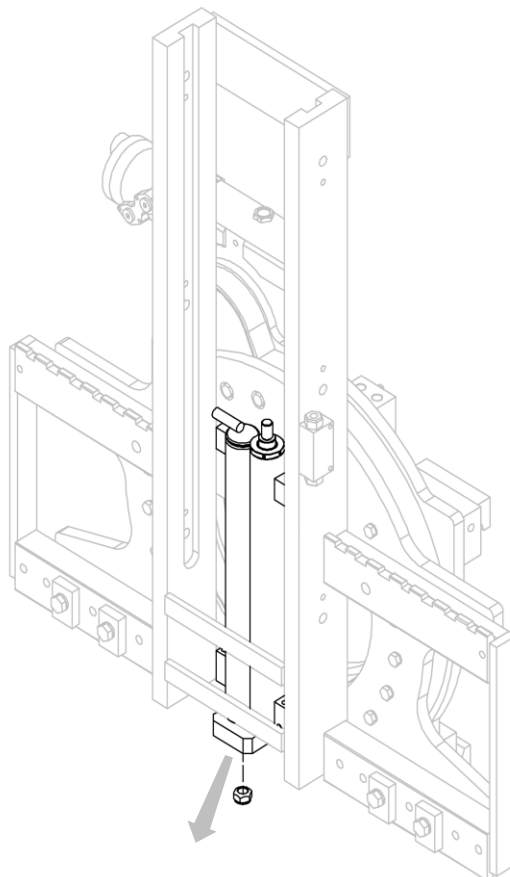

Figura 22
4. Retirar los cilindros después de quitar la tuerca relativa que los une a la estructura del equipo (mira *Figura 22*).